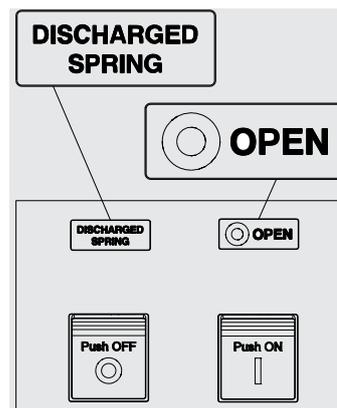

Abbildung 49
- Leistungsschalter aus mit entspannten Federn (siehe Abbildung 49).